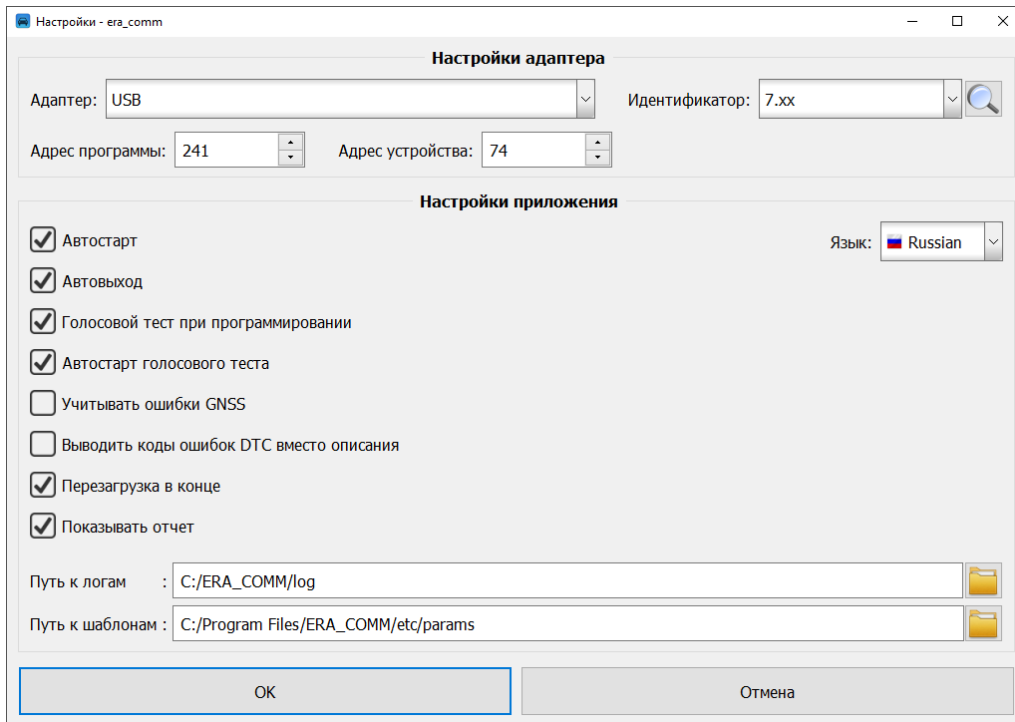

Рисунок 2 – Окно настроек программы
- перейти в «Настройки» (Рисунок 2) в главном окне программы (Рисунок 5);